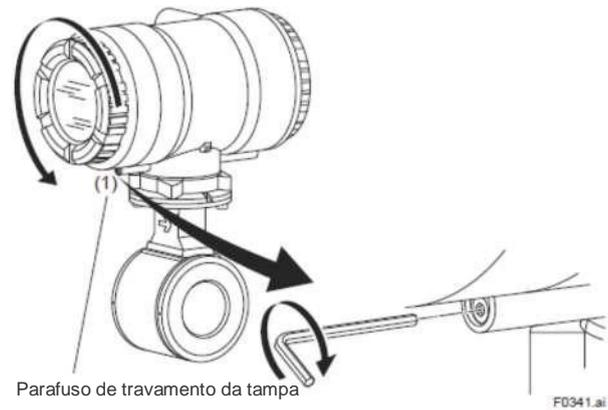
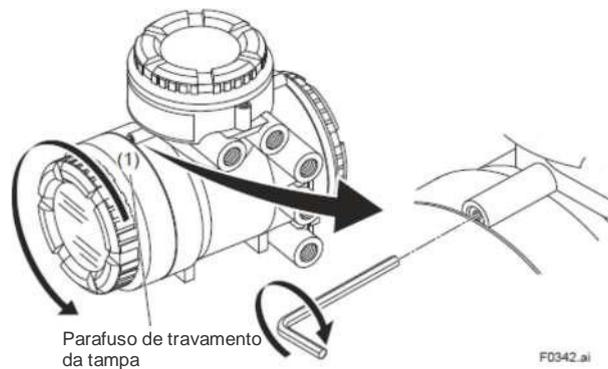

Figura 3.6.1 Removendo a tampa da tela (Medidor de Vazão Integral)
Figura 3.6.2 Removendo a tampa da tela (Transmissor Remoto AXG4A)
- Usando a chave, solte o parafuso de travamento da tampa (1) (consulte a Figura 3.6.1 e a Figura 3.6.2) no sentido horário para destravar a tampa. Após a remessa da fábrica, a tampa é travada. Segure o fluxômetro com a sua mão. Remova a tampa girando-a no sentido anti-horário.
- Aperte o parafuso de travamento da tampa (1) (consulte a Figura 3.6.1 e a Figura 3.6.2) no sentido anti-horário usando uma chave sextavada (tamanho nominal 3) para travar a tampa.